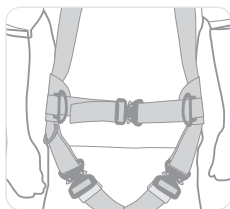

Figura 15
- Quando houver (apenas no cinturão RH3), conecte a fivela do cinto à frente e ajuste a alça puxando a alça pela fivela conforme necessário até ficar bem ajustado (consulte a Figura 15).